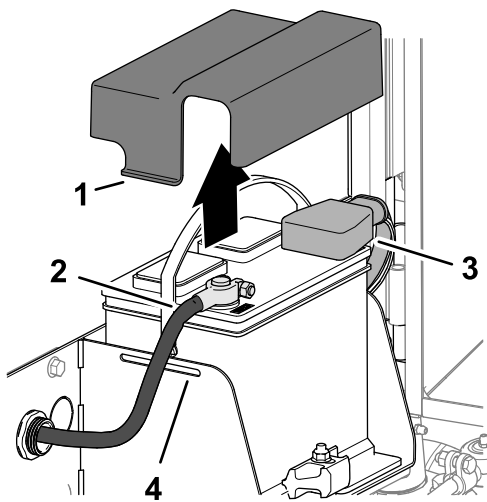

Figura 131
3. Apăsai părțile laterale ale capacului bateriei și îndepărtați capacul de pe compartimentul bateriei (Figura 131).